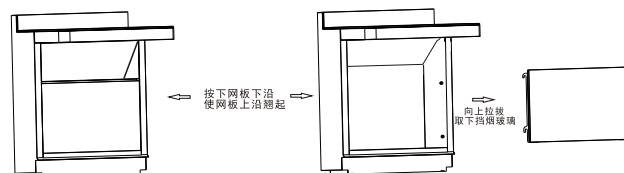

图3
- 3)将取下挡烟玻璃后的集烟罩拿到风箱进烟口上方, 先将连接接头A和连接接头B对插相连, 并把连接好的接头放入集烟罩内; 然后把集烟罩放置在集成灶风箱后上方并保持集烟罩两边与左右侧板平齐(如图3)。
- 4)取出附件包里蝶形螺母(含垫片), 找到相应的固定孔, 用手拧紧蝶形螺母, 将集烟罩紧紧固定在机身上(如图3)。